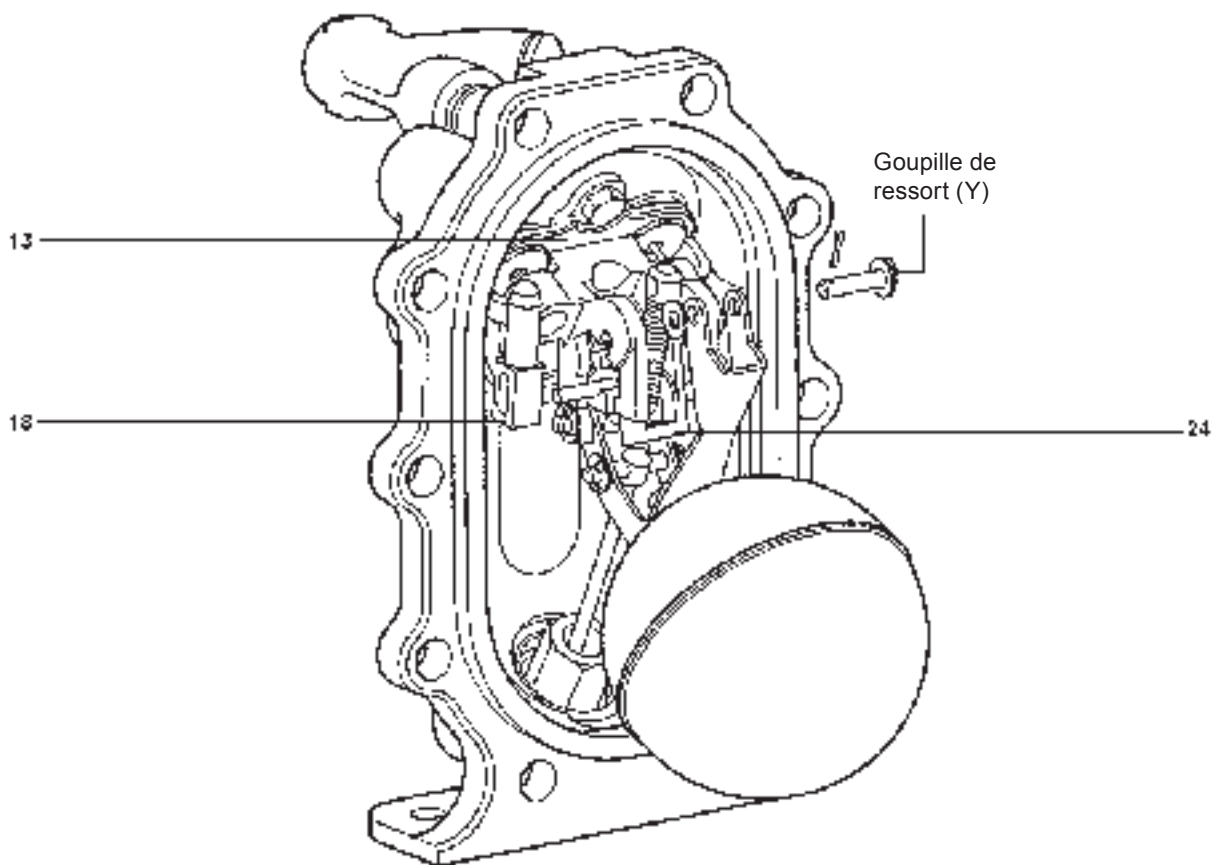

Fig. 24
15. Pour enlever la soupape d'échappement (Rep. 18), retirer l'axe supérieur de ressort (Y) après avoir déposé la goupille et la rondelle (Fig. 24).